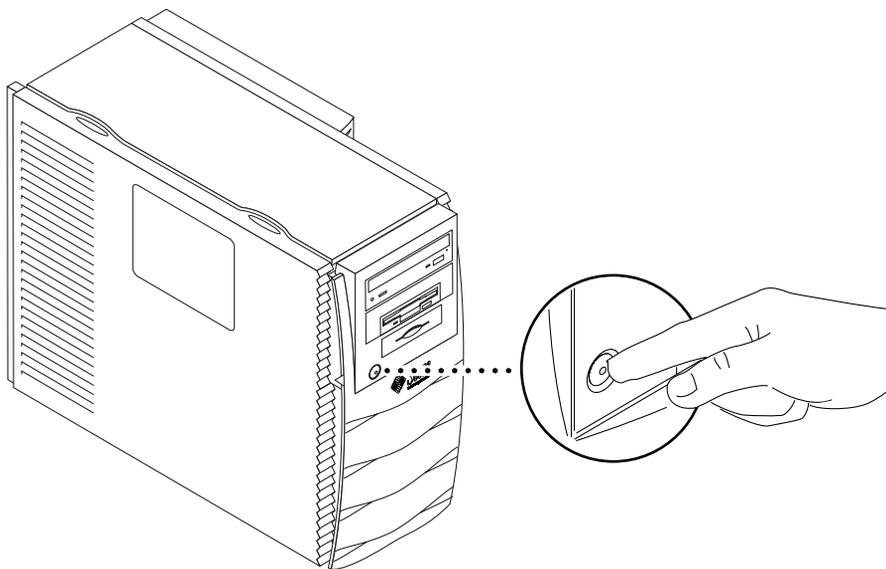

图 6 关闭系统电源
- a. 按下前面板上的电源开关并立即释放（请参阅图 6），可以自动关闭所有程序和操作系统，然后关闭工作站的电源。
- a. **按下前面板上的电源开关**（请参阅图 6），**关闭工作站的电源。**
- a. **按下并按住前面板电源开关四秒钟**（请参阅图 6），**关闭工作站的电源。**